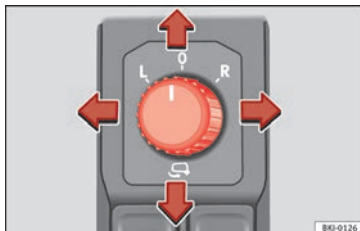

Fig. 152 Regolazione degli specchietti retrovisori esterni.
1. In primo luogo, ruotare la manopola »»» **fig. 152** portandola nella posizione **L** (**specchio esterno sinistro**).
- Per far ripiegare su se stessi gli specchietti esterni si deve ruotare la manopola »»» **fig. 152** portandola nella posizione . Si consiglia di richiudere sempre gli specchietti esterni quando si porta il veicolo all'autolavaggio, altrimenti potrebbero danneggiarsi.